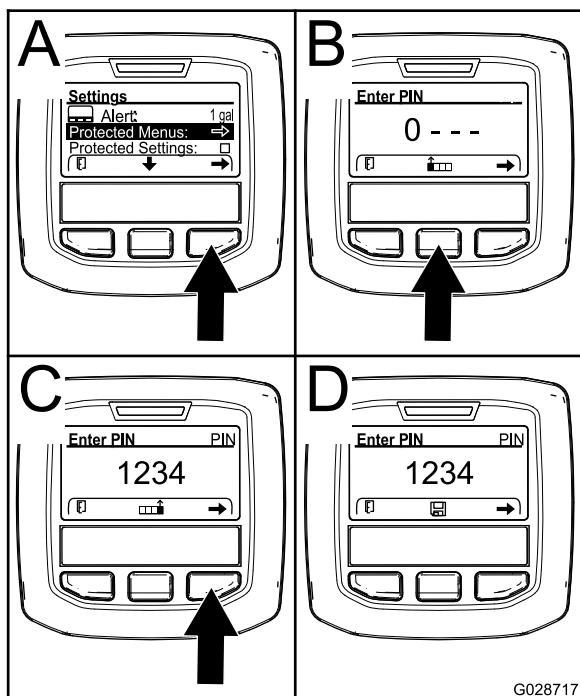

Figura 25
4. Premete il pulsante di selezione destro per selezionare i Menu protetti (A della Figura 25).
- Premete il pulsante di selezione centrale (B della Figura 25) per aumentare il valore numerico (da 0 a 9)..
- Premete il pulsante di selezione destro (C della Figura 25) per spostare il cursore alla posizione numerica successiva a destra.
**Nota:** Comparirà l'icona di salvataggio sopra il pulsante di selezione centrale (D della Figura 25).